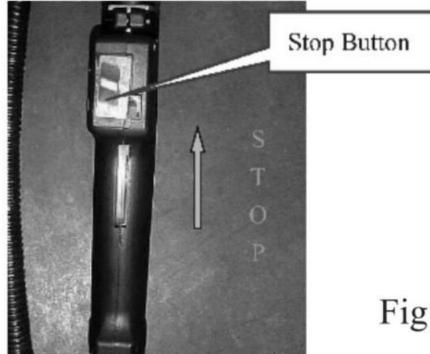

Fig 5
7.2 Dra stoppknappen till läget för flameout. Se läget för stopp Knapp i Fig.5.